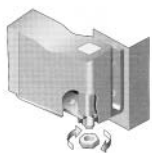

Fig 5.
- enlever l'écrou de la charnière inférieure (Fig. 5).